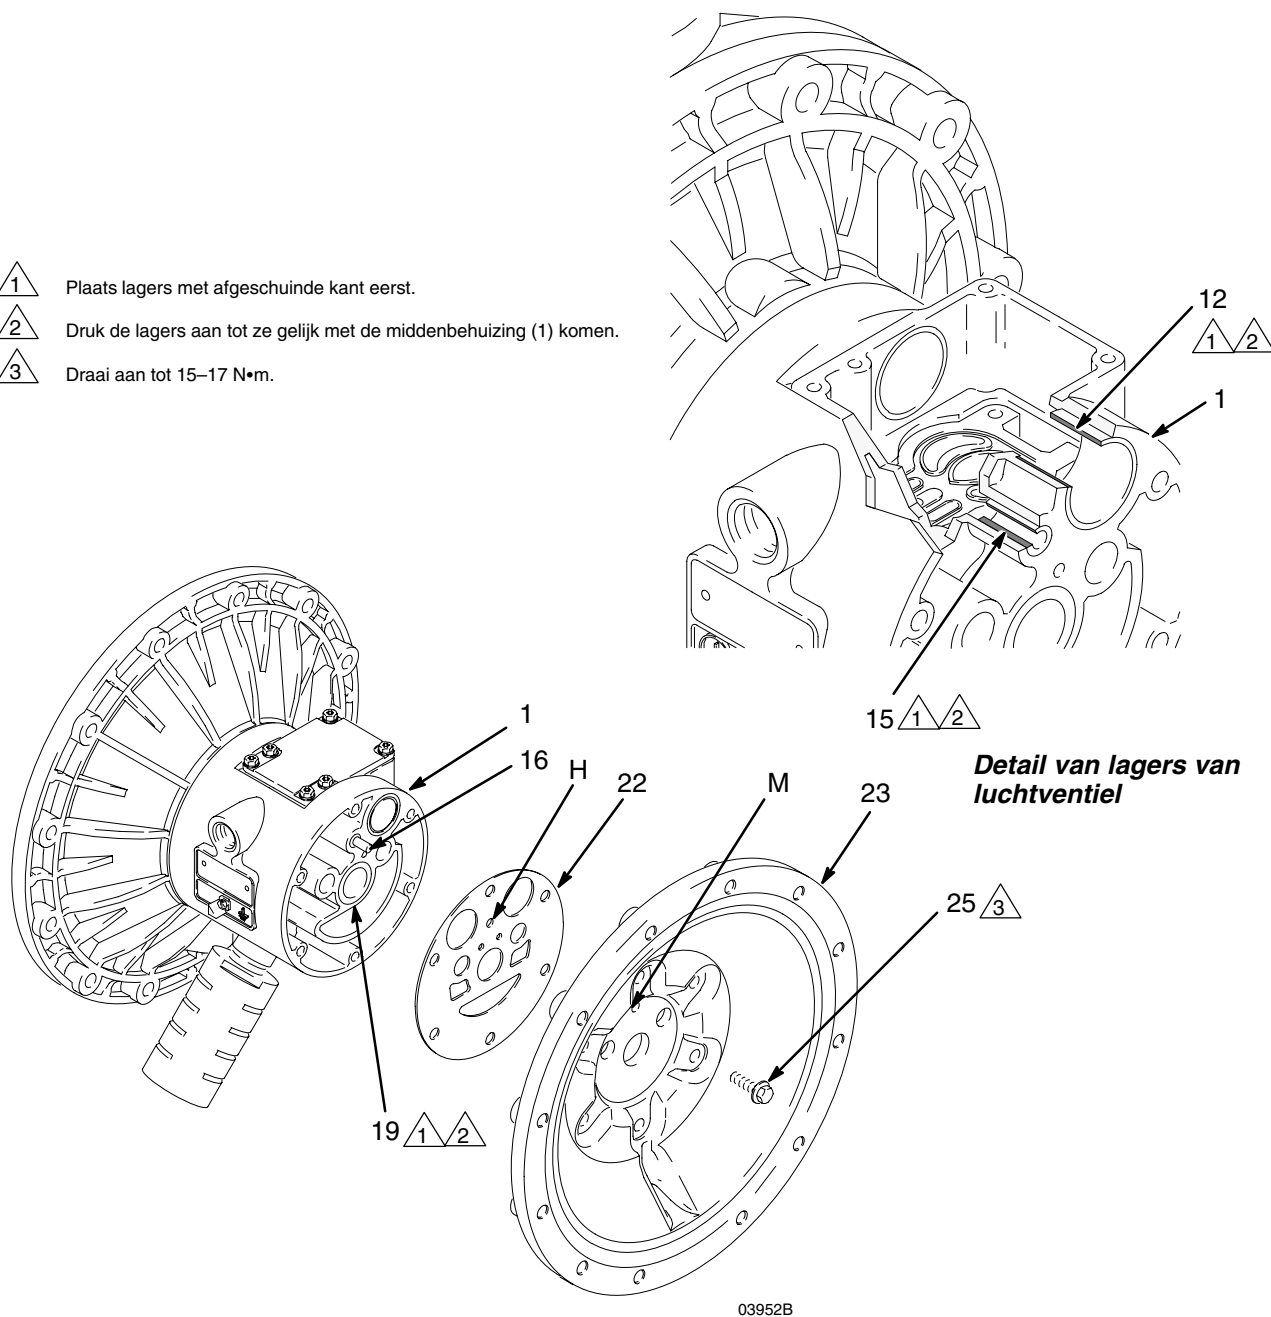

Fig. 14
5. Draai de schroeven (25), die de luchtdeksels (23) aan de middenbehuizing (1) vasthouden, los met een inbussleutel van 10 mm. Zie Fig.14.
6. Haal de pakkingen van het luchtdeksel (22) weg. Vervang de pakkingen altijd door nieuwe.
7. Gebruik een lagertrekker om de lagers van de membraanas (19), de luchtventiellagers (12) of de regelpenlagers (15) te verwijderen. Verwijder geen lagers die niet beschadigd zijn.
1. Installeer de U-vormige pakkingen (402\*) van de as (indien verwijderd) zodanig dat de lippen naar buiten **uit** de behuizing (1) wijzen.
2. De lagers (19, 12 en 15) zijn conisch en kunnen maar op één manier worden aangebracht. Plaats de lagers in de middenbehuizing (1), **met het afgeschuinde einde eerst**. Duw de lager naar binnen met een pers of met een blok en rubberen hamer, zodat het gelijk komt met het vlak van de middenbehuizing.
4. Lijn de luchtdekselpakking (22) zo, dat de regelpen (16) die uit de behuizing (1) steekt door het juiste gat (H) in de pakking past.
5. Richt het luchtdeksel (23) zo, dat de regelpen (16) in het middelste gat (M) past van de drie kleine gaten bij het midden van het deksel. Breng de schroeven (25) handvast aan. Zie Fig. 14. Draai met een inbussleutel van 10 mm de bouten kruiselings en gelijkmatig aan tot 15–17 N•m.